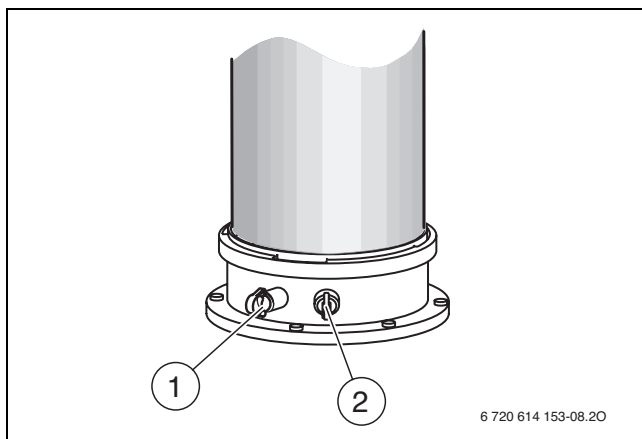

Bild 70
- ▶ Stopfen am Verbrennungsluft-Messstutzen [2] entfernen (→ Bild 70).
- ▶ Stopfen am Abgasmessstutzen [1] entfernen (→ Bild 70).